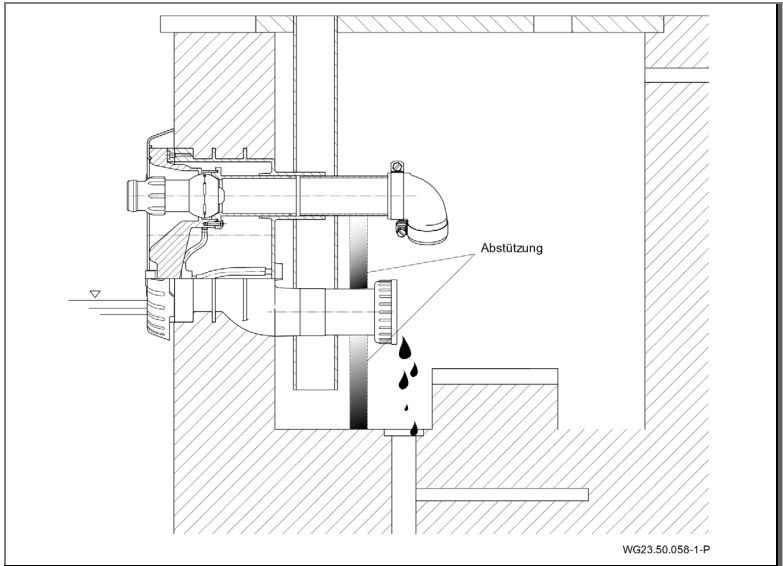

Abb. 22
- 3. Saug- und Druckleitung durch Abstützung entlasten. Siehe "Abb. 22" auf Seite 39.